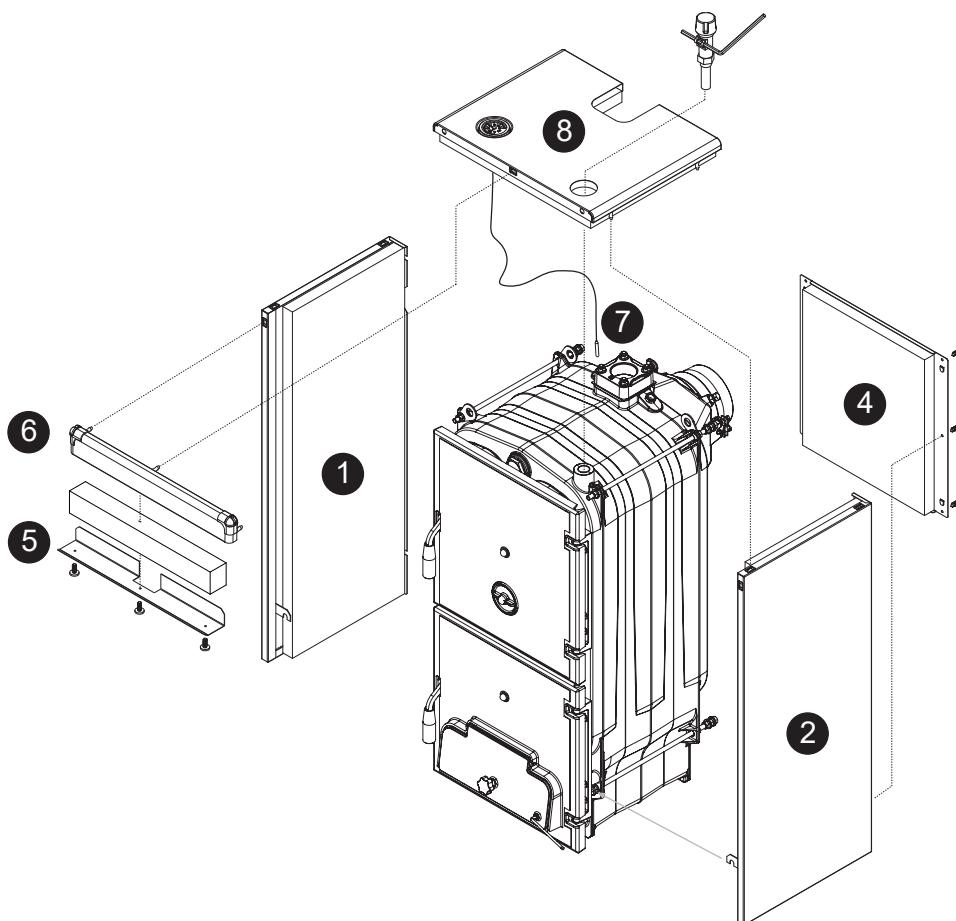

Fig. 6
- Enlever la vis M8 x 60 qui fixe le clapet d'introduction d'air à la porte du cendrier et visser la vis avec pommeau en bakélite (1) fournie dans l'emballage. À l'extrémité de la vis M10, placer un écrou borgne avec calotte (2).
- Fixer le levier M6 (3) au clapet d'air en le placant horizontalement vers la droite. À l'extrémité du levier se trouve un trou sur lequel sera ensuite reliée la chaînette du régulateur thermostatique.
4.5 MONTAGE DU REVÊTEMENT (fig. 6)